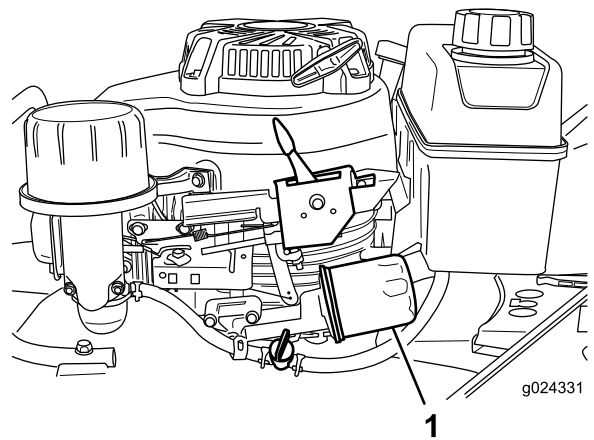

Bild 24
6. Legen Sie einen Lappen unter den ÖlfILTER (**Bild 24**), um das Öl aufzufangen, das ggf. beim Entfernen des Ölfilters ausläuft.